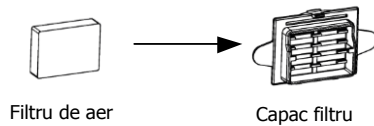

Fig. 19-7
(1) Atașați filtrul de aer de capacul filtrului, așa cum se arată în Fig. 19-7.